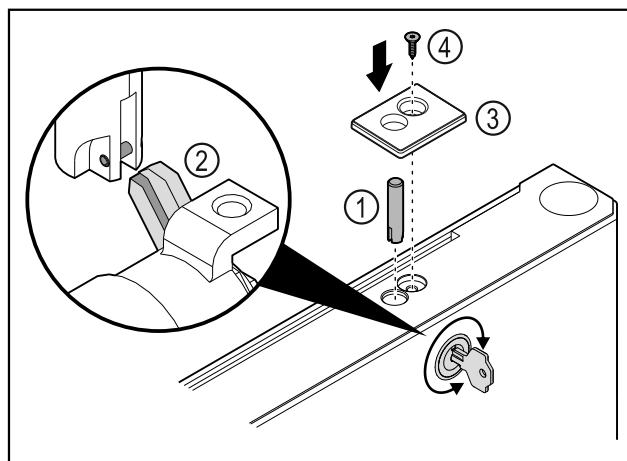

Fig. 41
- ▶ Umetnite svornjak brave Fig. 41 (1).
- ▶ Lagano okrenite bravu kako bi se svornjak brave Fig. 41 (2) uglavio u prorezu brave.
- ▶ Umetnite poklopac Fig. 41 (3).
- ▶ Umetnite vijak Fig. 41 (4).